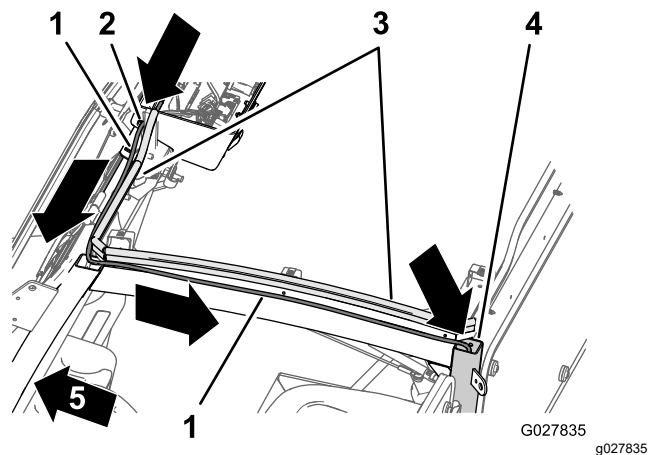

Figura 21
1. Enrute la manguera a la izquierda de la consola superior a lo largo del burlete en la parte delantera del bastidor de la cabina (Figura 21).
2. Enrute la manguera hacia atrás por el larguero izquierdo del bastidor de la cabina (Figura 21).